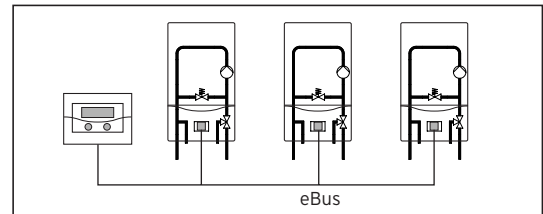

Fig. 4.1 Raccordement du coupleur de Bus
- Reliez le coupleur de Bus à l'appareil de régulation auroMATIC 620 ou calorMATIC 630 via le connecteur de raccord du Bus afin de rendre possible la communication dans le système (fig. 4.1).